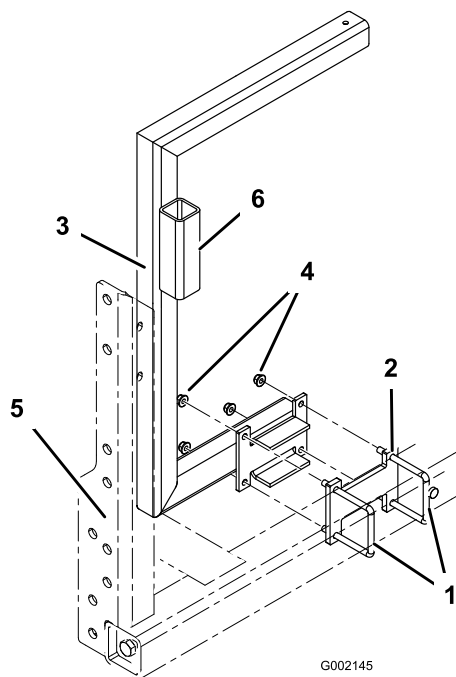

Bild 3
2. Befestigen Sie die rechte Schlauchtrommelstütze (die Stütze mit dem Spritzpistolenhalterrohr) mit den vorher befestigten zwei U-Bügeln und dem Distanzstück (Bild 3). Befestigen Sie die Rahmen mit vier Bundmuttern (3/8"). Die Stütze sollte um das hintere Ende des Behälters verlaufen.